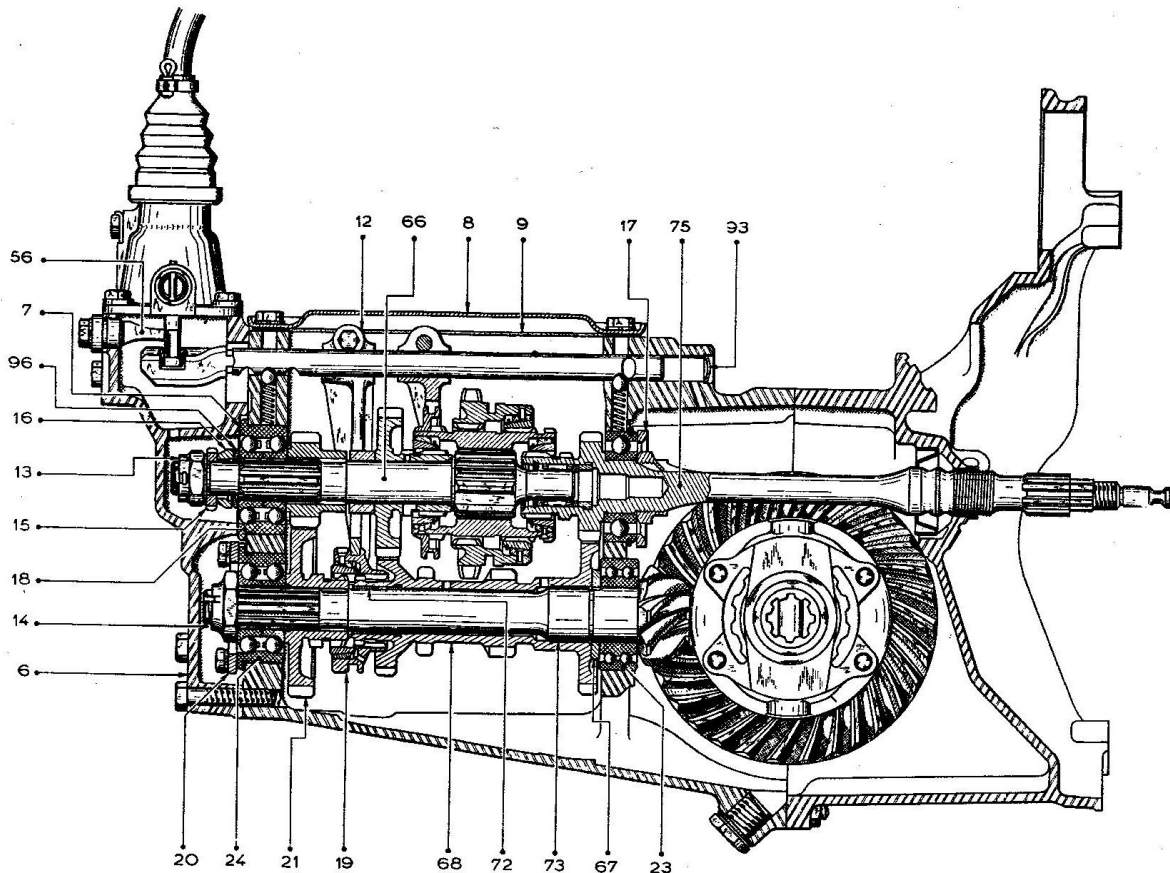

Fig. 24. Snit af transmissionsenheden.
Er hjulet (21) i fig. 25, 29,25 mm langt, monteres shims'ene (74) mellem leje og hjul. Er hjulet 31,25 mm langt, monteres shims'ene derimod under lejets krave, som vist nederst i fig. Lejets holdeplade (20) fig. 24 fastspændes med et moment på 2,5 kpm (18,5 lbft), og møtrikken (14) tilspændes fast.